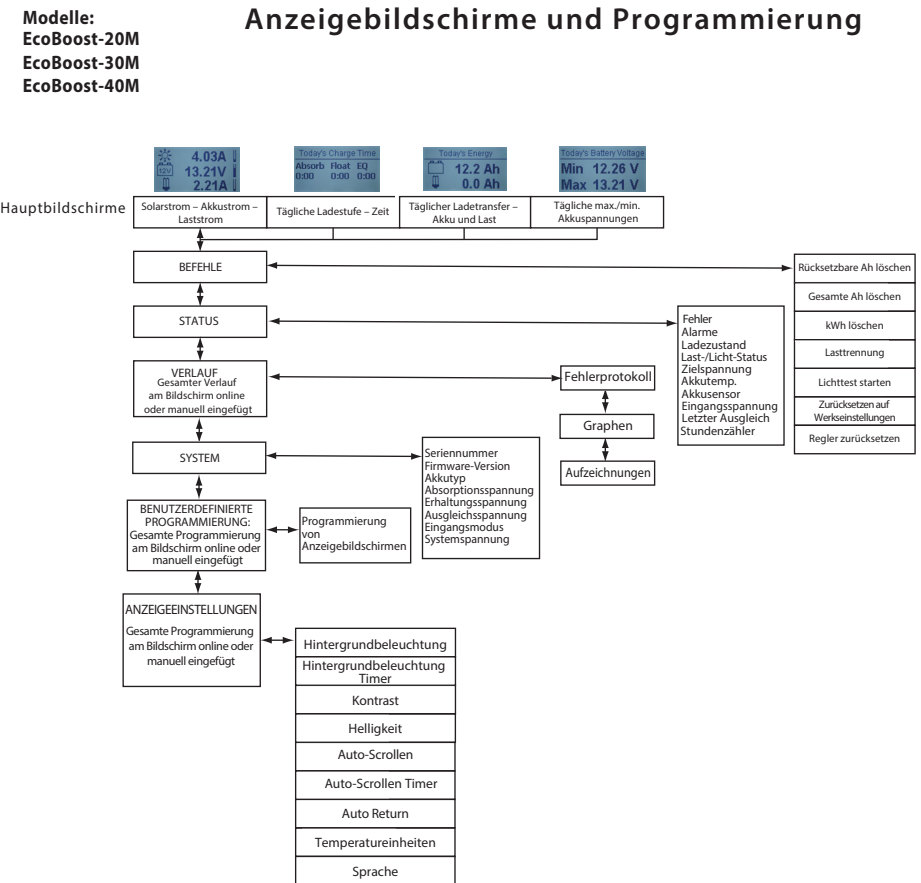

Abbildung 4-2. Vereinfachter Plan der Messgeräte-Anzeige.
- Umfangreiche Einstellungen, Anpassungen und Informationen wie teilweise in Abbildung 4-2 unten gezeigt.
Die Einstelloptionen der Anzeige sind, wie in Abbildung 4-2 gezeigt, mit den Richtungstasten zur Auswahl und Bearbeitung der jeweiligen Einstellung oder Variablen einstellbar.